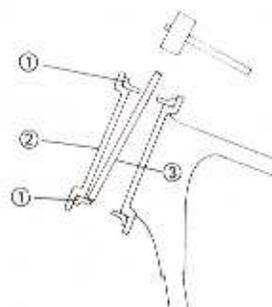

Bild 258
- Die Laufringe der Steuerkopflager mit einem Stahlhorn aus dem Steuerkopf austreiben (Bild 258).